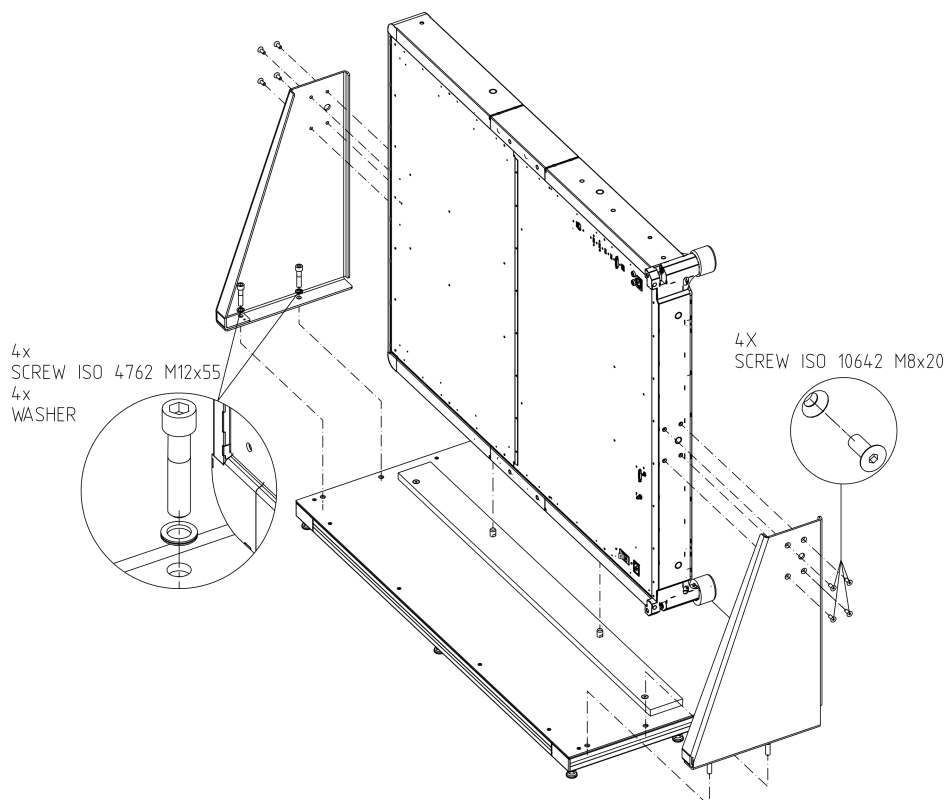

Figure 4-13 : Installation du R&S QAR, support de montage inclus
1. Vissez les deux supports sur le R&S QAR à l'aide de quatre vis à six pans creux (de 5) sur chaque côté du R&S QAR (voir Figure 4-13).
La position est définie par les deux broches situées sur la plateforme, comme illustré dans la Figure 4-13. Ces deux broches s'adaptent dans les deux trous de montage se trouvant sur le cadre du R&S QAR.
Note : Insérez une rondelle entre la vis et le support, comme monté dans la Figure 4-13.